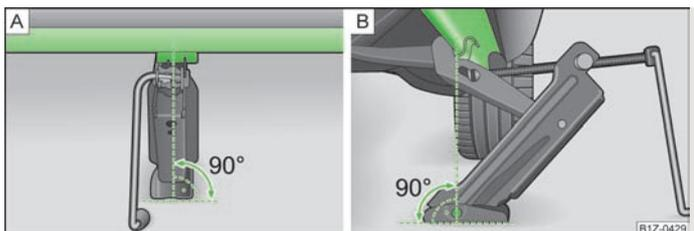

Fig. 178 Utilizzo del martinetto
- Posizionare il martinetto in modo che la staffa di innesto cinga la cresta » fig. 178 - [B] in basso sotto l'incisione nella superficie laterale del longherone.
- Assicurarsi che la piastra del martinetto poggi su una base dritta con tutta la sua superficie e si trovi in posizione verticale, » fig. 178 in modo che la staffa di innesto cinga la cresta.